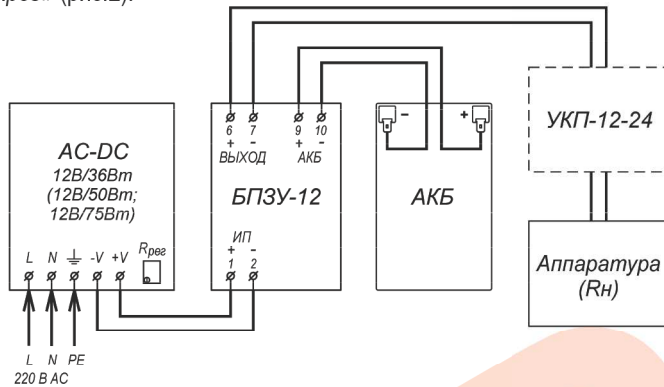
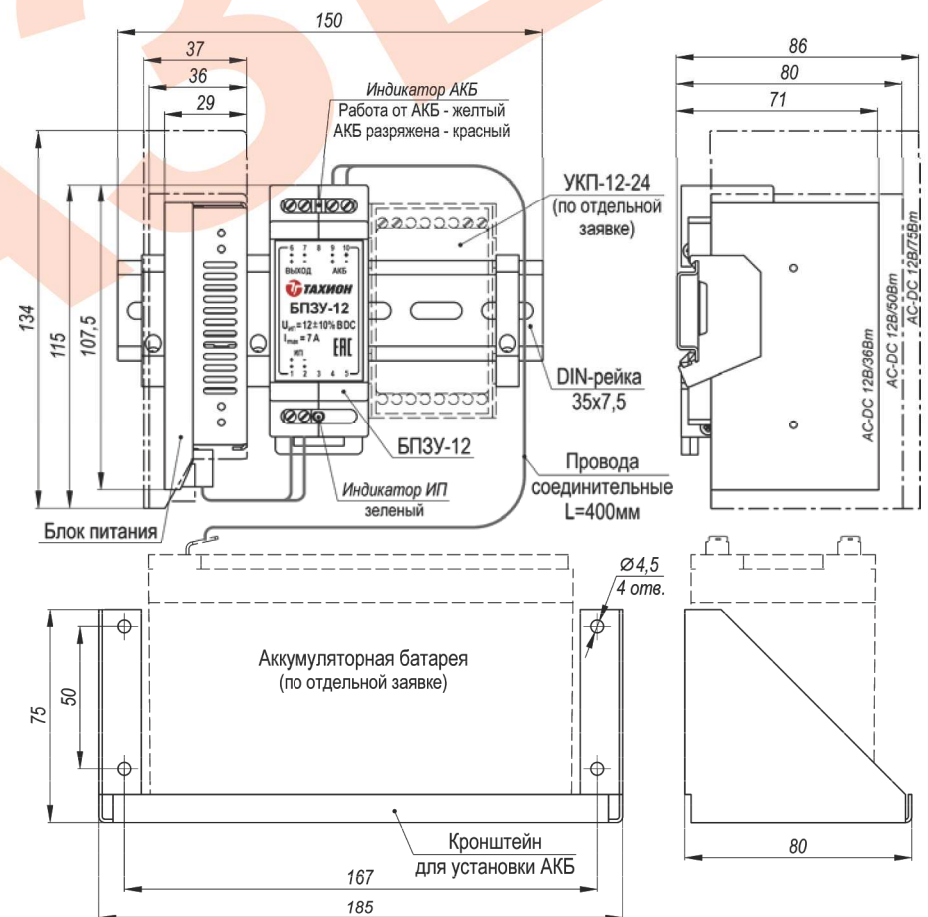

Рис.2 Схема электрическая принципиальная
Рис.1 Устройство, габаритные и установочные размеры
Подключение цепей изделий производится в соответствии со схемой электрической принципиальной (рис.2). Для подключения необходимо:
2. Установить аккумуляторную батарею на кронштейн (см. рис.1) и подключить ее проводами соединительными к контактам 9 (+) и 10 (-) БПЗУ-12, соблюдая полярность.
4. Подать трехпроводным кабелем напряжение питания 220В AC на соответствующие контакты блока питания, при этом фазный провод (L) соединить с контактом L, нулевой провод (N) с контактом N, а провод заземления соединить с контактом PE.
5. При необходимости отрегулировать значение выходного напряжения при помощи потенциометра «Ррег» (рис.2).
- Габаритные размеры ..... см. рис.1
Устройство изделия приведено на рис.1, схема подключения на рис.2.